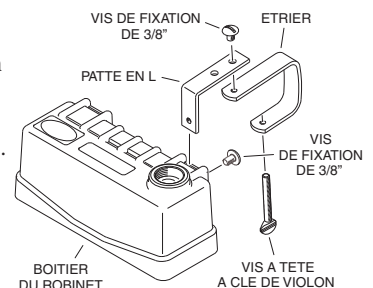

Figure 5
1. Insérez les deux pattes en L dans le boîtier du robinet en suivant l'illustration (voir figure 5).